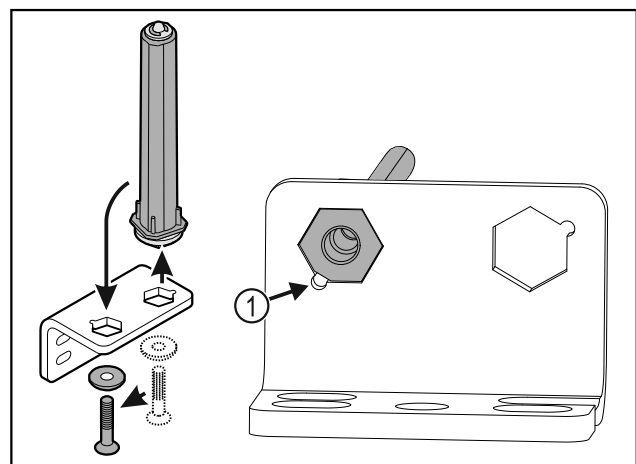

Fig. 38
- Dbajte na to, aby pri nasadzovaní ukazoval úkos čapu Fig. 38 (1) k okrúhlemu otvoru.